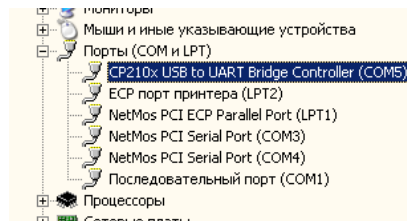

Рис.7. Определение порта.
- **В режиме контроллера** для управления от ПК необходимо постоянное соединение с портом. Для автономной работы необходимо записать исполнительную программу в память блока через RS-232, затем возможна работа без подключения к компьютеру. Для использования блока в режиме контроллера необходим драйвер виртуального COM-порта. При подключении блока к ПК на компьютере появляется дополнительный COM-порт (CP2102 USB to UART Bridge Controller), его наличие и номер можно посмотреть в диспетчере устройств Windows (Панель управления > система > оборудование > диспетчер устройств) – рис.7. Если дополнительный COM-порт автоматически не появляется, необходимо установить на управляющий компьютер драйвер виртуального COM-порта. Для этого нужно переписать на ПК входящий в комплект поставки блока архив CP210x\_VCP\_Win2K\_XP\_S2K3.zip, извлечь и запустить одноименный файл установки драйвера.